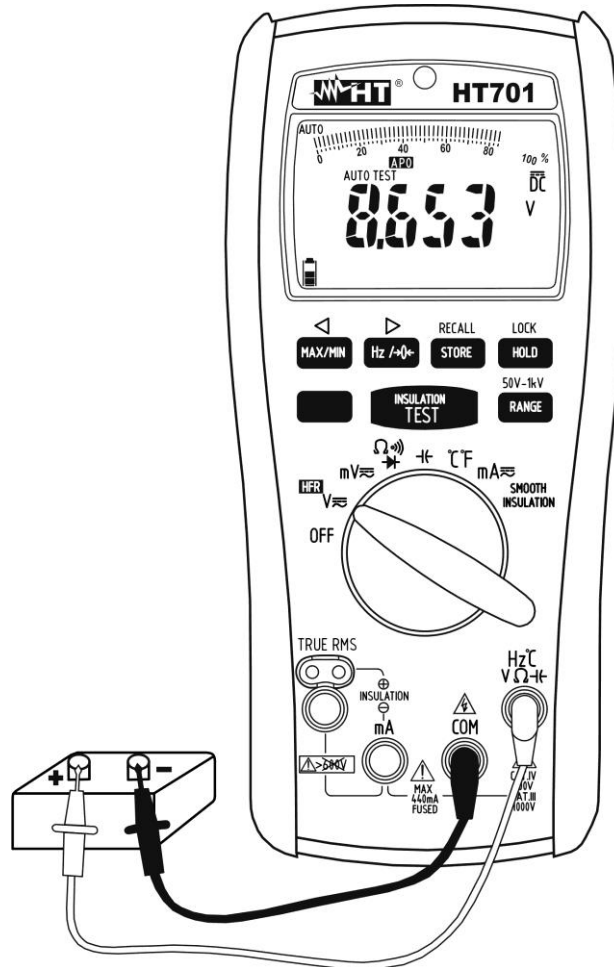

Fig. 2: Uso do instrumento para medir Tensões CC
4. Inserir o cabo vermelho no terminal de entrada $Hz^{\circ}CV\Omega Hz$ e o cabo preto no terminal de entrada **COM** (consultar a Fig. 2).
7. A visualização do símbolo "-" no display do instrumento indica que a tensão tem sentido oposto em relação à ligação da Fig. 2.